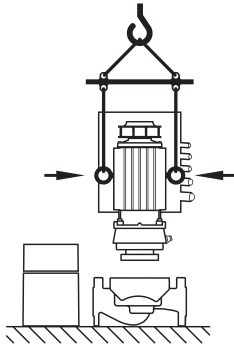

Fig. 9: Транспортування двигунів
- За необхідності (напр., у випадку ремонту) транспортні вушка можна перемістити з фланця двигуна на корпус останнього (див. Fig. 9). Перш ніж встановлювати транспортні вушка на корпусі двигуна, з відповідних отворів слід викрутити розпірні держачи (Fig. 7, п. 20b) (див. розділ 10.2.1 «Заміна ковзного торцевого ущільнення» на сторінці 50).
- У випадку перенесення транспортних вушок з фланця двигуна на корпус останнього їх можна використовувати лише для переміщення або транспортування модуля (Fig. 9), але у жодному випадку не для транспортування всього насоса і не для відокремлення модуля від корпусу насоса.